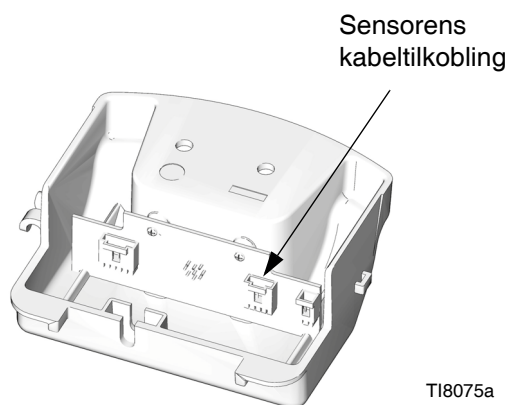

FIG. 15. Sensorens kabeltilkobling
- a. **DataTrak Modeller:** Skru ut de to skruene (135). Ta DataTrak-modulen (131) forsiktig ut, se side 14. Koble rusningsspole- og sensorkablene fra modulkortet. Skru ut de to skruene (134) og skyv huset (132) forsiktig vekk fra luftventilen.
- b. **Modeller med lineær sensor:** Skru ut skruene (134) og skyv huset (132) forsiktig vekk fra luftventilen. Frakoble sensorkabelen fra kretskortet. Se FIG. 15 på side 28.
10. Sett lydempere (15) på igjen. Stram skruene (43) helt inn mot lydempere.
11. Sett det ytre ventildekselet (47) tilbake på plass.
- a. **DataTrak Modeller:** Skyv huset (132) forsiktig over luftventilen. Skru skruene (134) inn for hånd, trekk deretter til med et moment på 11,3 N•m (100 in-lb). Sett spole- og sensor-kablene tilbake på plass på DataTrak-modulen (131). se side 14. Skyv modulen forsiktig tilbake på plass i huset (132). Sett de to skruene tilbake på plass (135).
- b. **Modeller med lineær sensor:** Koble sensorkabelen til kretskortet. Se FIG. 15, side 28. Skyv huset (132) forsiktig over luftventilen. Skru skruene (134) inn for hånd, trekk deretter til med et moment på 11,3 N•m (100 in-lb).
13. Sett toppdekselet tilbake på plass (30).
5. Skru ut skruene (134) og skyv huset (132) forsiktig vekk fra luftventilen. Frakoble sensorkabelen fra kretskortet. Se FIG. 15.
6. Før kablen tilbake gjennom hullet (H) på siden av adapteren (33) og trekk den ut av toppen på adapteren.
7. Skru løs adapteren (33) og sensoren (35). Løft sensoren rett opp og ut av løftmotoren.
8. Smør gjengelim på det nye sensorhuset. Skru sensoren (35) inn i topplokket (1). Trekk til med et moment på 40,6-48,8 N•m (30-36 ft-lb).
9. Smør gjengelim på adapteren (33). Før sensorkabelen rett opp og ut av toppen på adapteren, skru deretter adapteren inn i topplokket (1). Trekk til med et moment på 40,6-48,8 N•m (30-36 ft-lb).
10. Før sensorkabelen gjennom hullet (H) på siden av adapteren og koble den til kretskortet igjen. Se FIG. 15, side 28. Skyv huset (132) forsiktig over luftventilen. Skru skruene (134) inn for hånd, trekk deretter til med et moment på 11,3 N•m (100 in-lb).
11. Smør gjengelim på løfteringen (21). Hold adapteren (33) med en skrunøkkel for å forhindre at den snurrer, og trekk til løfteringen med et moment på 40,6-48,8 N•m (30-36 ft-lb).
12. Sett toppdekslet tilbake på plass (30).